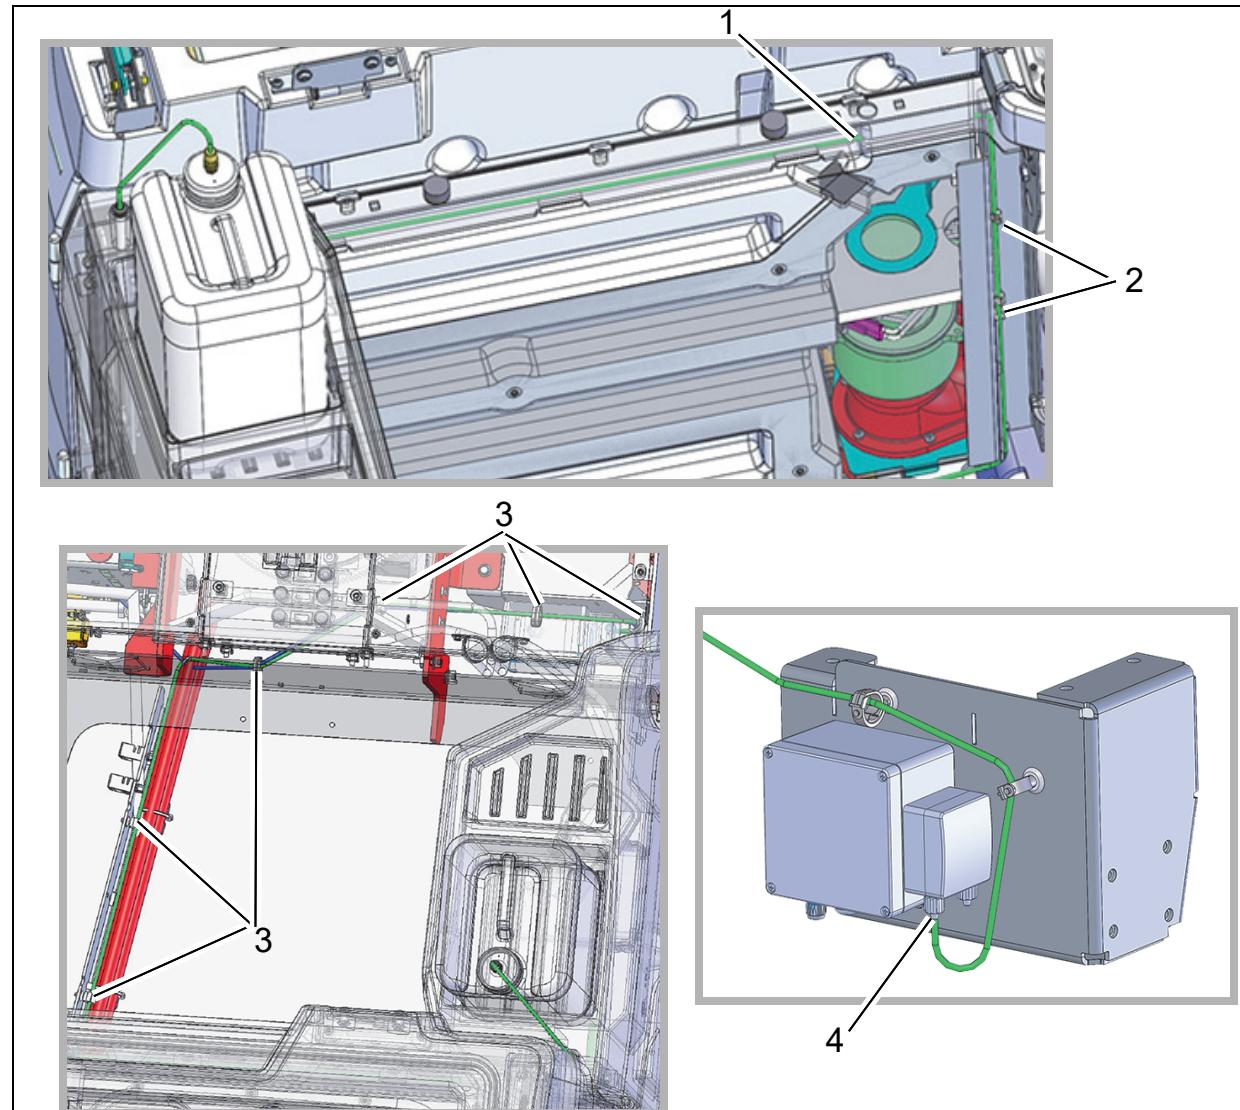

Abb. 5
1. Restlichen Dosierschlauch durch die Öffnung in den Kanal hinter dem Ab deckblech führen (Abb. 5/1).
2. Dosierschlauch im Kanal nach unten Richtung Kabelbrücke führen und mit den vorhandenen Kabelhaltern (Abb. 5/2) sichern.
3. Dosierschlauch entlang der Kabel brücke durch die montierten Kabel bündelhalter (Abb. 5/3) bis zur Dosierpumpe führen und dort am lin ken Anschluss anschließen (Abb. 5/ 4).